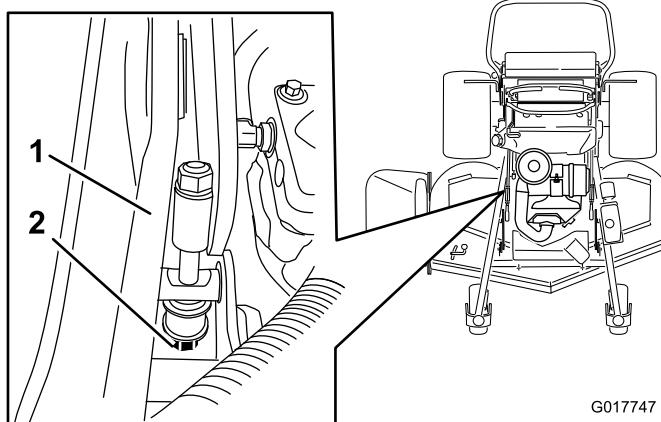

Figure 98
5. Si ce n'est pas le cas, localisez la tige de réglage de hauteur de coupe sur le côté droit de la machine (Figure 98).
6. Ajustez le boulon de réglage jusqu'à obtenir 7,6 cm (3 po) à la pointe des lames, comme montré à la Figure 98.